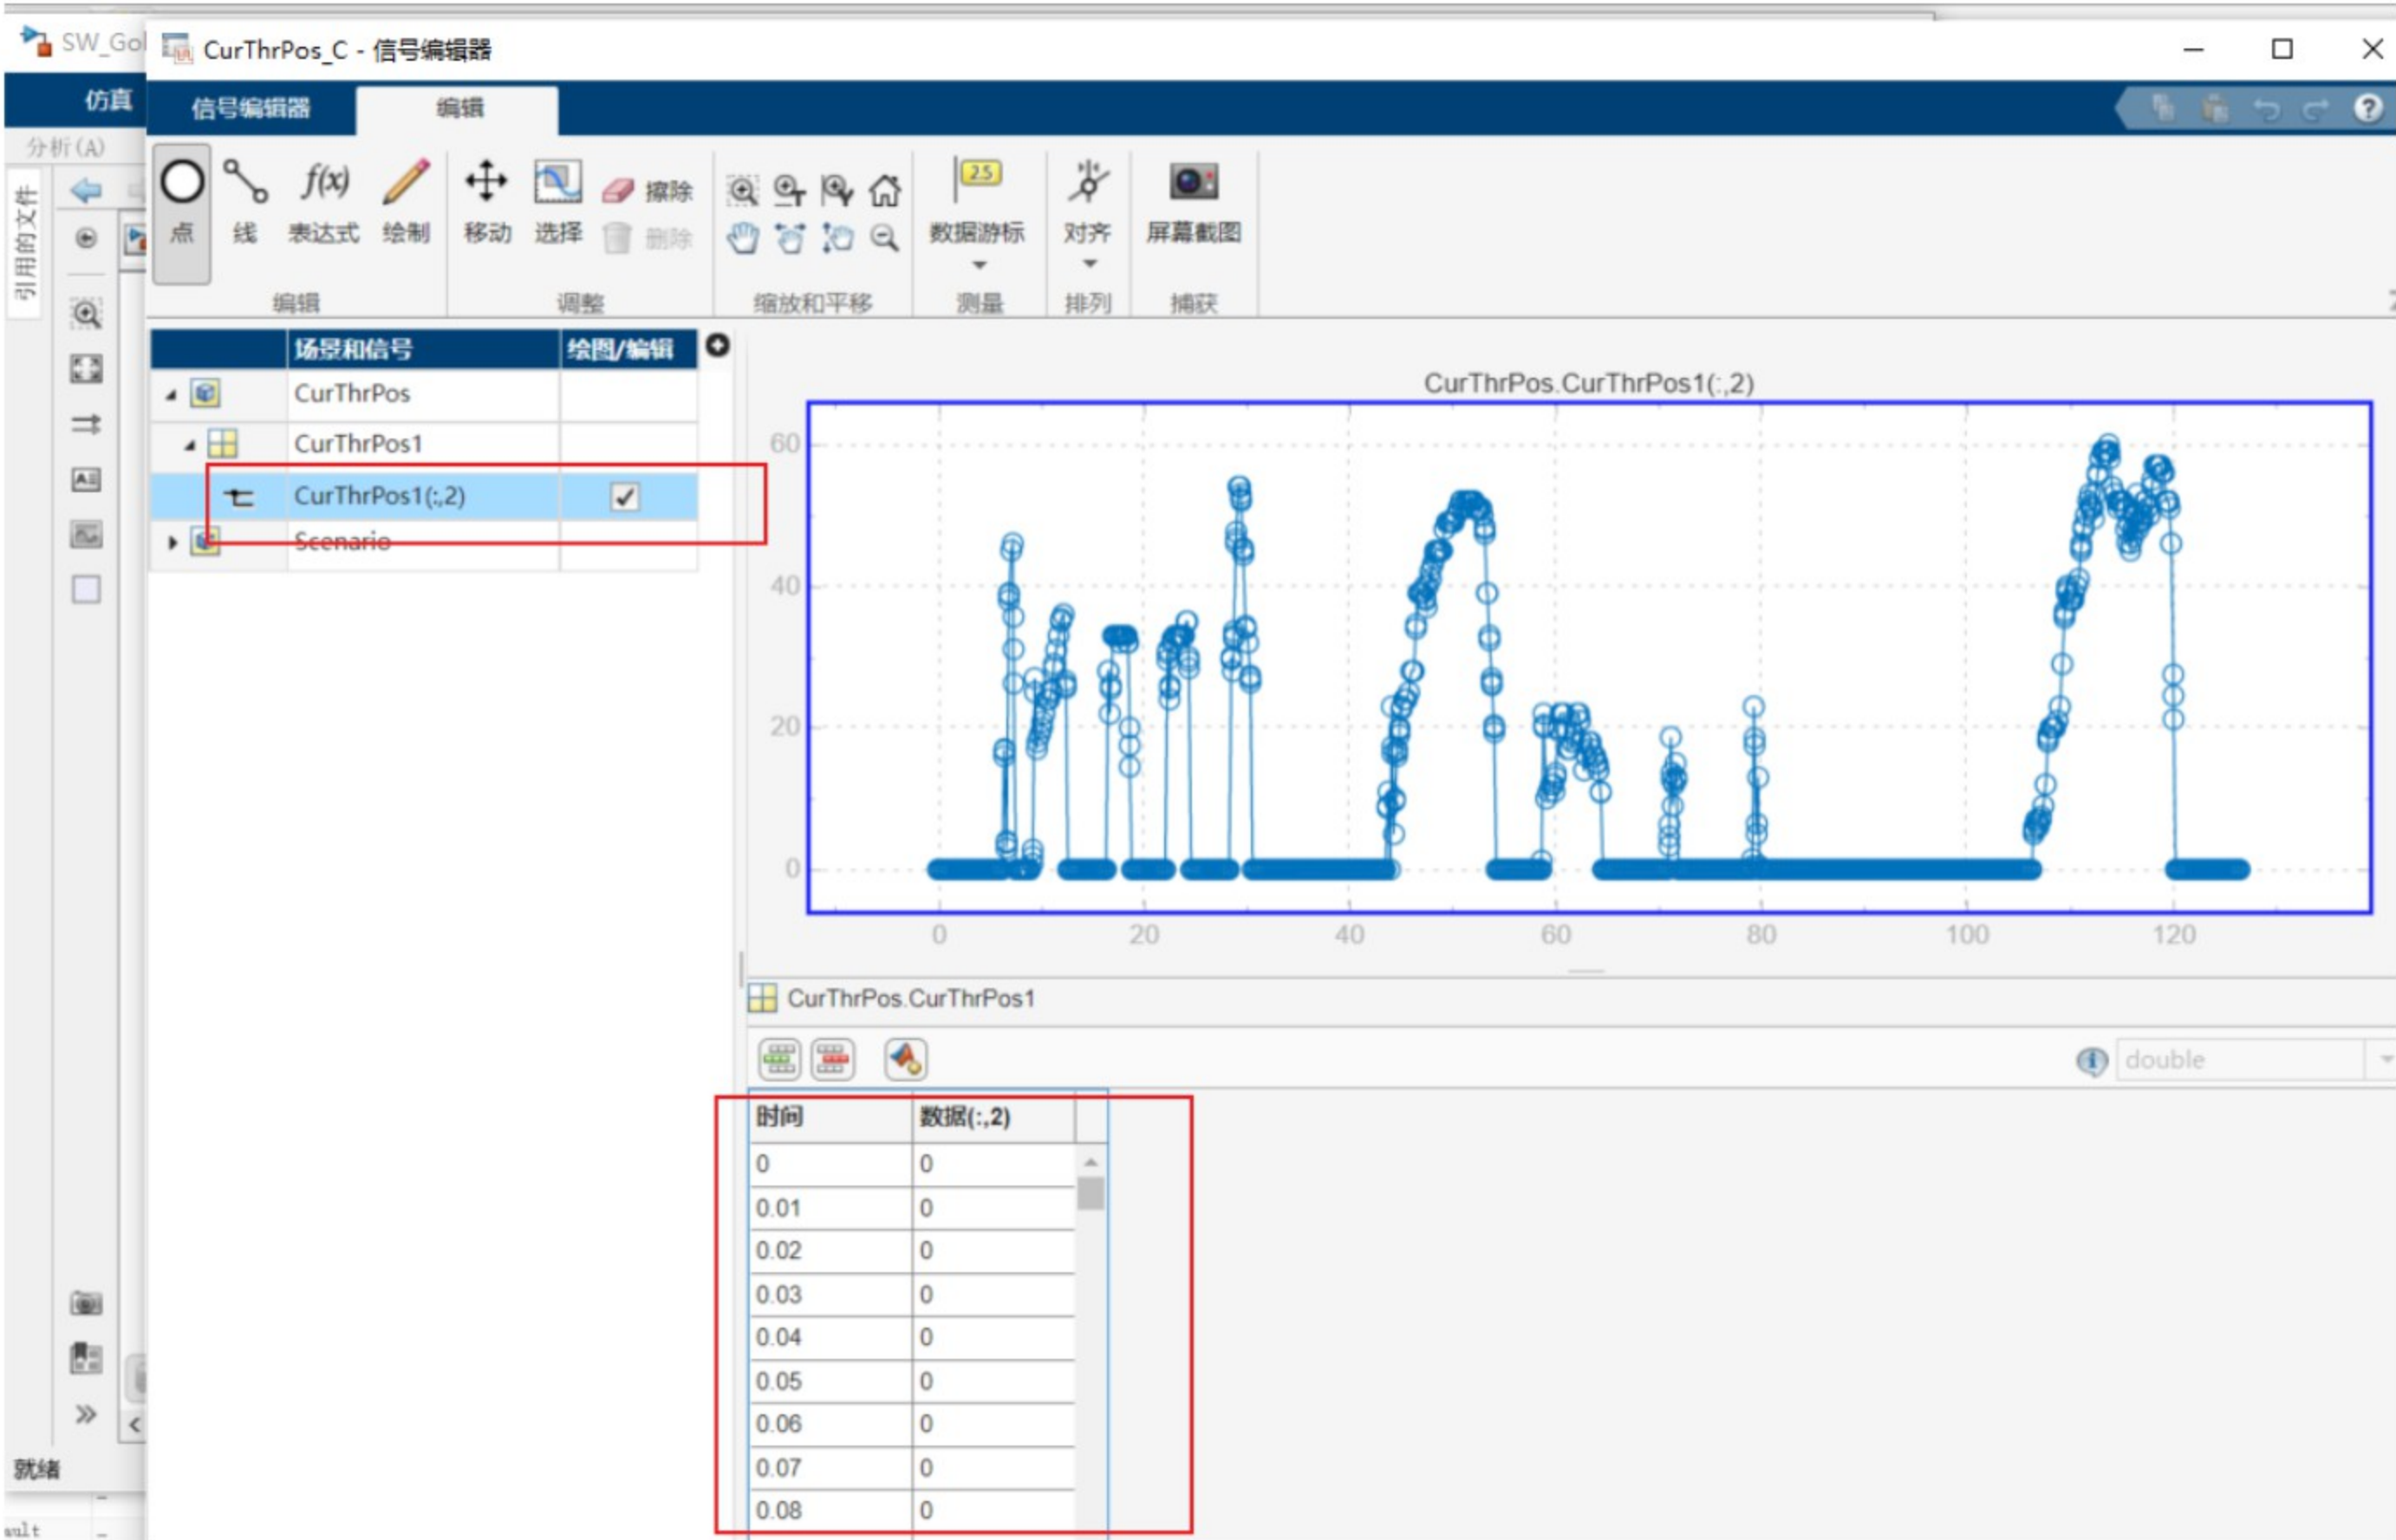

图12
- 4.这样， 将导入的信号放入场景中， 如图12所示， 这样Signal Editor模块就可以作为信号源发送信号进行仿真了。